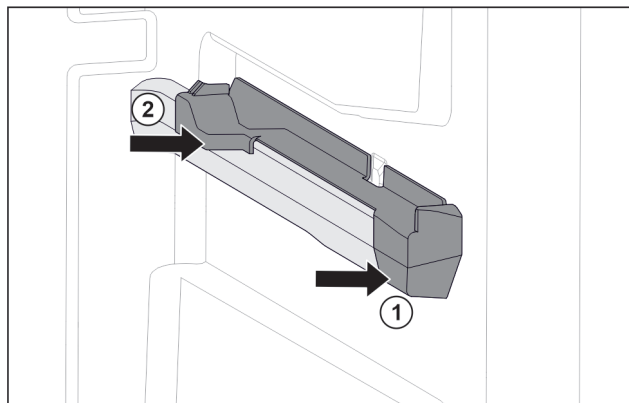

Fig. 142 Element nasadzany na prawym żebrze pojemnika
- ▶ Umieścić element nasadzany z przodu na żebrze pojemnika. Fig. 142 (1)
- ▶ Docisnąć element nasadzany z tyłu. Fig. 142 (2)